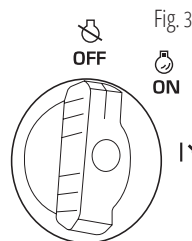

Fig. 3
4. Rode o interruptor 3 em 1 para a posição OFF (Fig. 3).